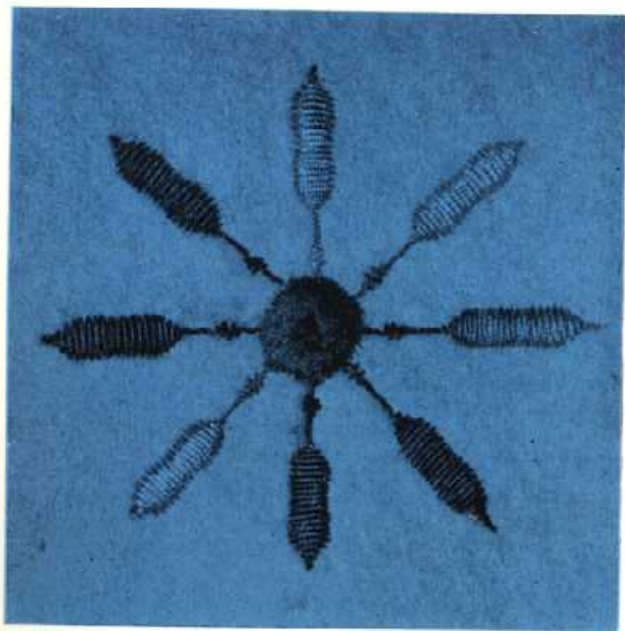

Fig. 105
5. NECCHI-MATIC SNOW FLAKES (Fig. 105)